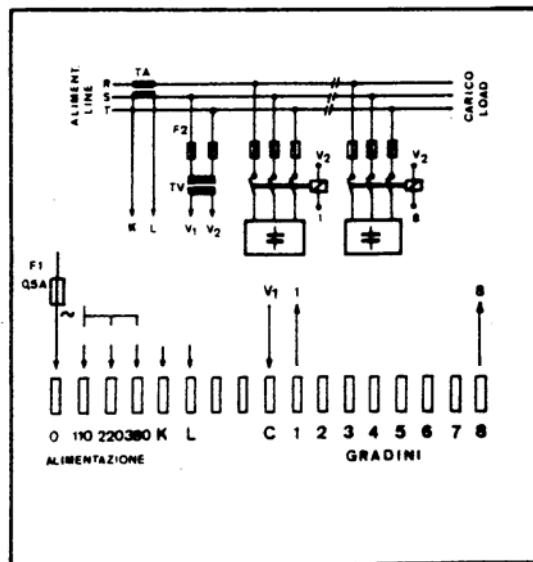

FIG. 2
2.1 Collegamenti secondo Fig.2
Alimentare secondo lo schema riportato sul retro del regolatore (vedi fig.2) con una tensione di: 110 V o 220 V oppure 380 V. prelevata da due fasi S - T della rete (non da una fase e neutro). In caso di tensione diverse frapporre un trasformatore di tensione (TV) il quale, se alimenterà anche i teleruttori, dovrà essere di potenza adeguata. Quindi nel caso in cui il TV sia posto sul lato M.T. le bobine dei teleruttori dovranno essere alimentate separatamente.
2.1.1 Installazione del trasformatore di corrente (TA)